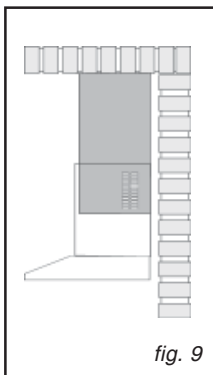

fig. 9
- Pour la version évacuation retournez la cheminée supérieure de façon à ce que les fentes d'évacuation d'air soit dans la partie du bas (fig. 9).